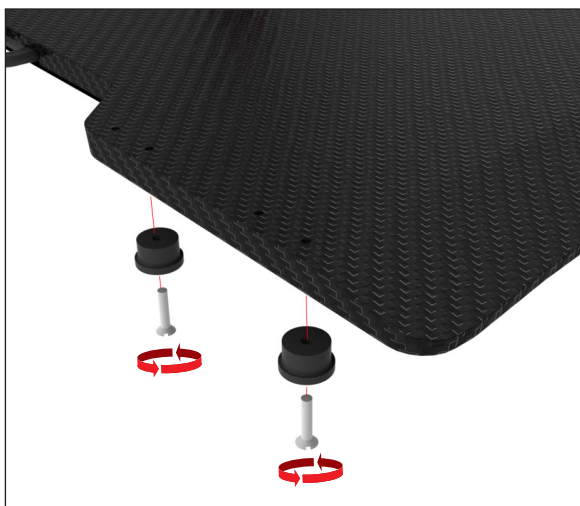

Fig. 27
1. Installer 2 plasseringsskiver (med leppe) på hver side av enheten i 2 av hullene med mellomrom på 140 mm (5,5 tommer) ved hjelp av ¼-20 x 1 ¼" skruer (1 for hver) (fig. 27).